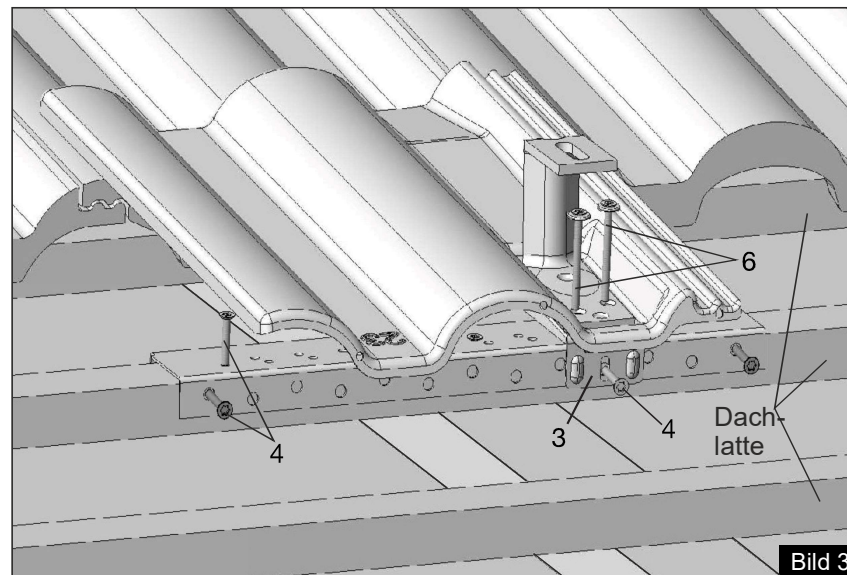

Bild 3
- Aufdachmodulhalter mit Metалldachplatte eindecken, mit Schrauben (6) und Schraube (4) montieren und Verstärkungsschiene zusätzlich mit Schraube (4) (alternativ auch von oben schraubbar) an der Dachlatte befestigen. (Bild 3)